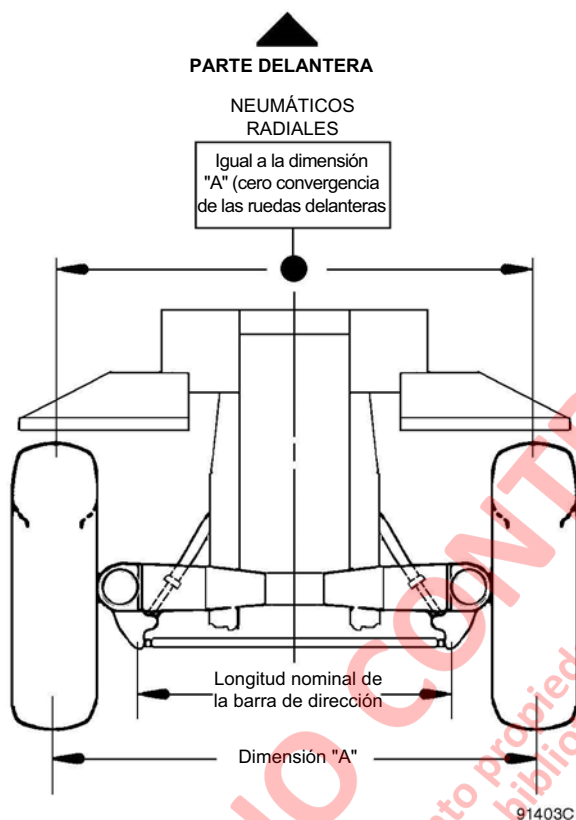

FIGURA 3-15. MEDICIÓN DE CONVERGENCIA
3. Para medir la convergencia, mida la distancia entre los centros de los neumáticos delanteros. Obtenga las medidas de la línea central horizontal (Dimensión «A», Figura 3-15) en la parte frontal y posterior de los neumáticos.